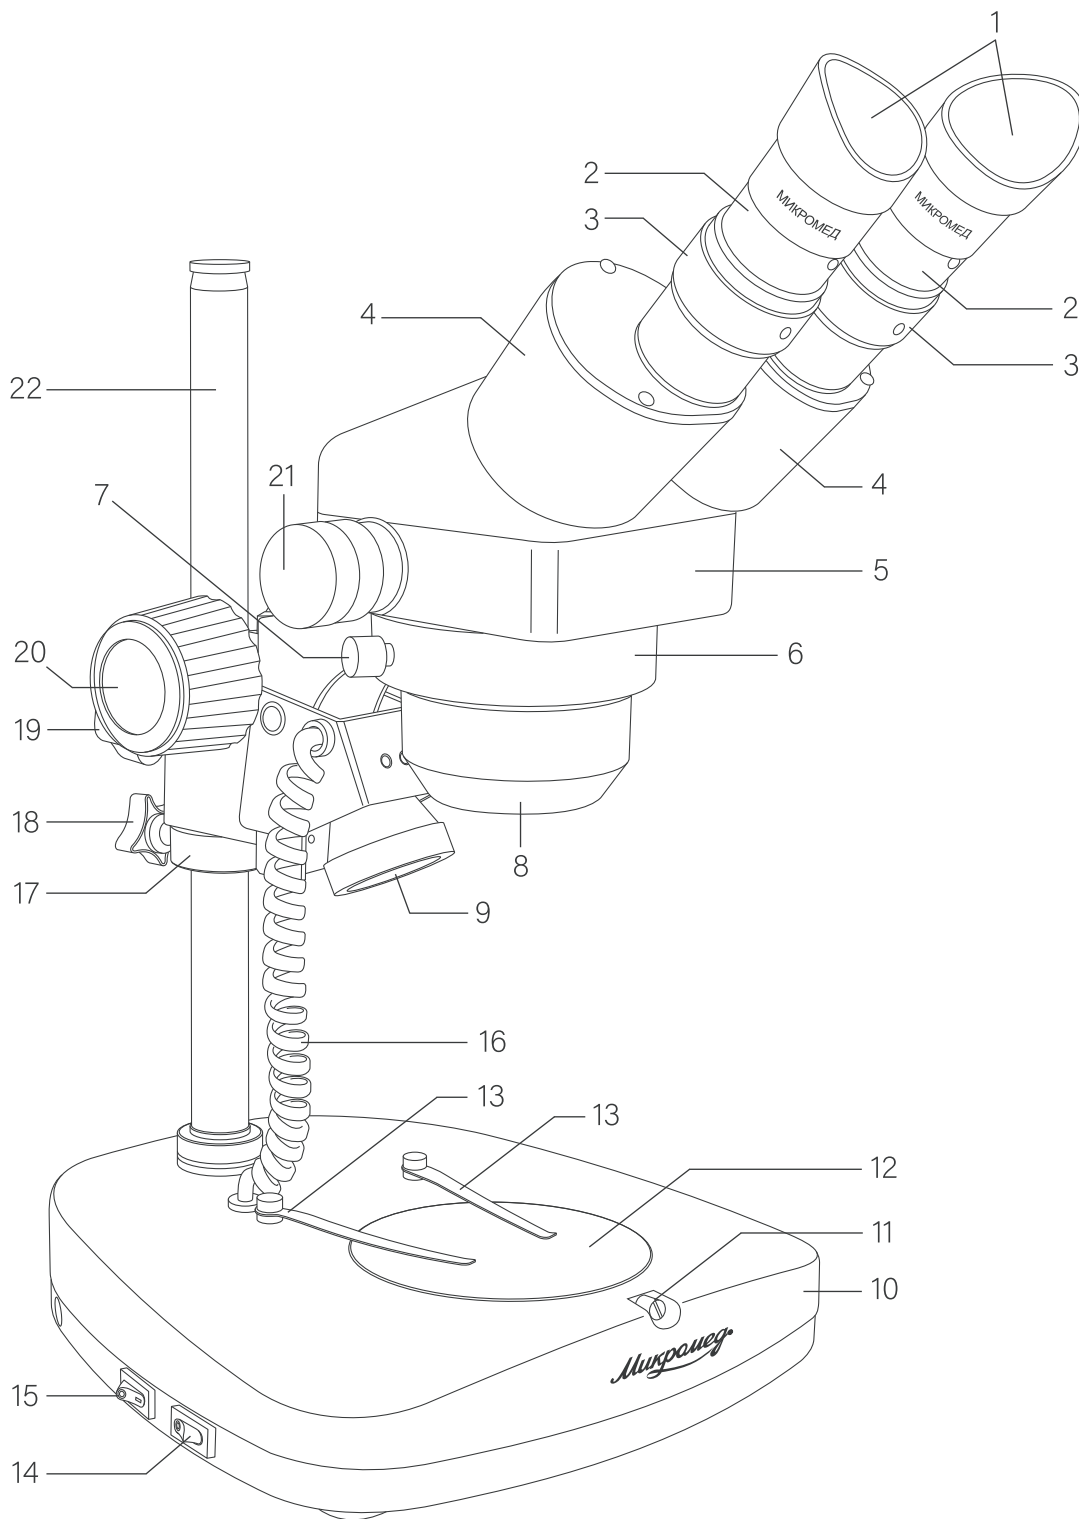

Рис. 1. Микроскоп Микромед MC-2-ZOOM вар. 1CR с бинокулярной оптической головкой.
Общий вид микроскопа представлен на рис. 1.
- Разверните оптическую головку тубусами в сторону наблюдателя и закрепите винтом 7 (рис. 1).
- Придерживая оптическую головку поднимите ее на высоту приблизительно равную рабочему расстоянию 8 – 9 см, зафиксируйте маховиком 20 и ограничительным кольцом 17 с маховиком 18 (рис. 1).